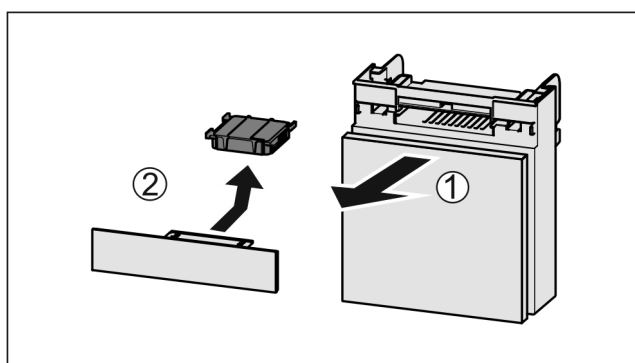

Fig. 34
- Издърпайте Fig. 34 (1) напред отделението.
- Извадете Fig. 34 (2) филтъра с активен въглен.